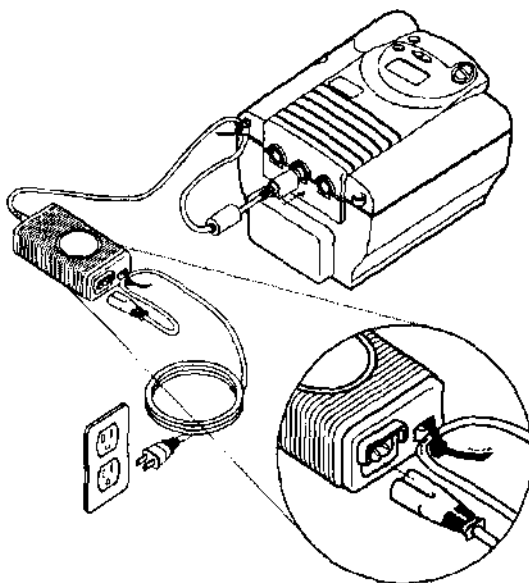

Figura 5-7 Cómo conectar la fuente de alimentación de CA
ADVERTENCIA: Para un uso correcto, la fuente de alimentación **debe** colocarse en posición vertical sobre la base, tal como se ilustra en la figura 5-7.
3. Sin tensarlo del todo, conecte el cable del otro lado de la fuente de alimentación a una de las entradas de alimentación del dispositivo, tal como se ilustra en la Figura 5-7. El cable de alimentación posee un conector de cierre. Para conectar el cable correctamente: